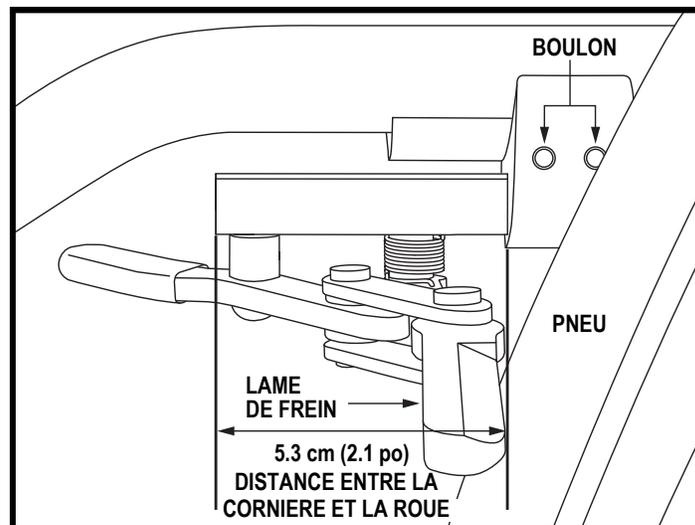

Figure 46. Réglage du frein de type ciseau
1. Débloquez le frein. La cornière avant du frein faisant face à la roue avant devrait être à 5.3 cm (2.1 po) exactement de l'endroit où la lame de frein vient en contact avec la bande de roulement de la roue arrière. **Voir la figure 46.** Ceci est valable pour les deux types de pneus: gonflable et à âme pleine.
2. Desserrez les écrous et boulons qui fixent le frein sur le châssis. **Voir figure 46.**